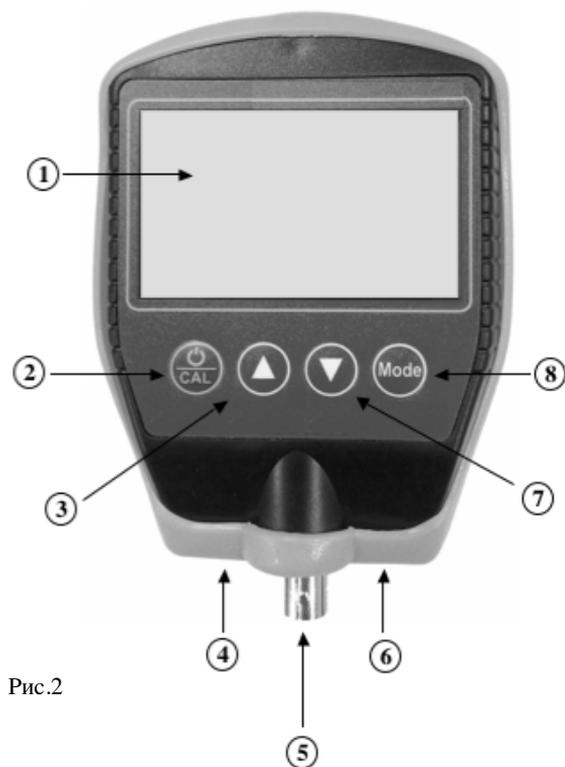

Рис.2
4. При наличии блока питания от электросети (приобретается дополнительно), подключите разъем блока питания к разъему основного блока (см. п.6, Рис.2). Воткните блок питания в розетку бытовой электросети.